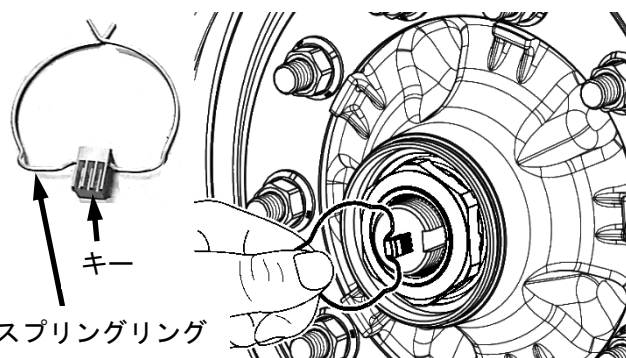

図3
③ カギ状スプリングリングを外す。図3
■アウタ側のスラストワッシャとローラーベアリングを一緒に取り出しスラストワッシャは新品と交換する。図3